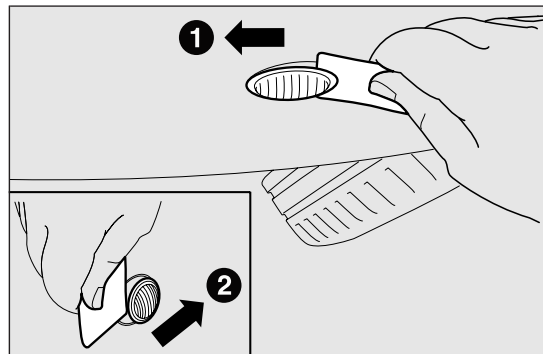

РИС. 112
- надавить на прозрачный корпус, воздействуя вначале от передней стороны к задней стороне (1 - РИС. 112);
- затем надавить в противоположном направлении, воздействуя с задней стороны (2 - РИС. 112) , и извлечь блок В;